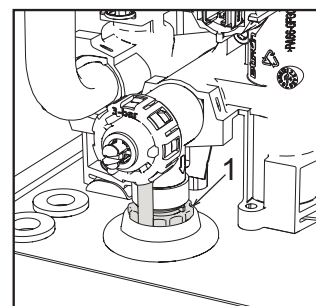

fig. 49 - Válvula de seguridad con grifo de descarga
La abrazadera de la llave de descarga está colocada debajo de la válvula de seguridad situada en el interior del aparato. Para descargar la instalación el anillo (ref. 1 - fig. 49) en sentido antihorario para abrir el grifo. Evite el uso de cualquier herramienta y actúe sólo con las manos. Para drenar solamente el agua de la unidad interna, cerrar preventivamente las válvulas de interceptación entre instalación y unidad interna antes de actuar sobre la virola.